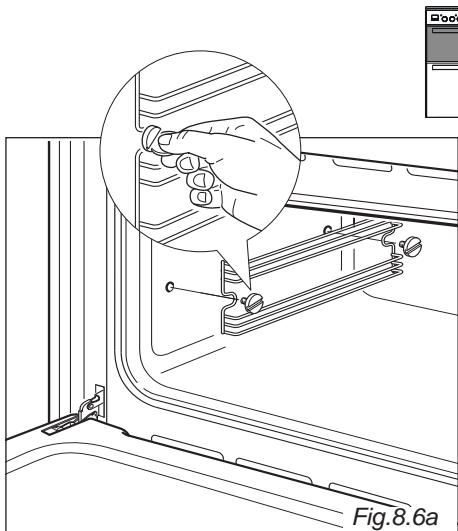
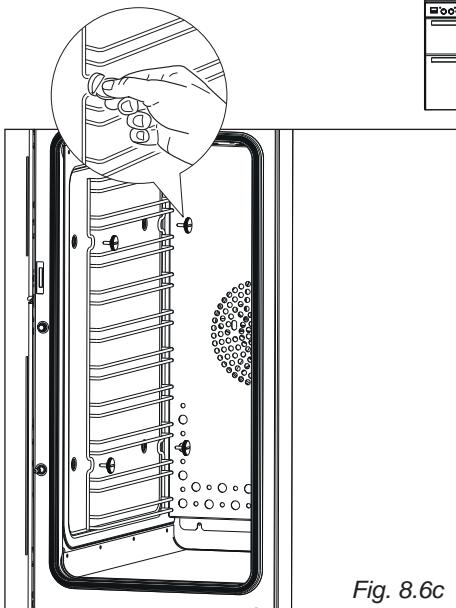

Fig. 8.6a
Fig. 8.6c
- Monter les châssis latéraux, en les fixant aux parois du four par 2 vis (figs. 8.6a, 8.6b; 4 vis fig. 8.6c).
- Vissez la grille latérale sur la paroi du four (figs. 8.6a, 8.6b, 8.6c).